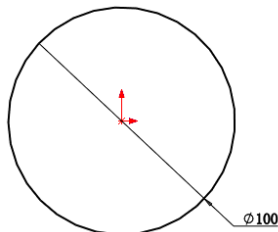

图 6-124 绘制圆
(1) 新建文件。启动 SolidWorks 2012, 选择菜单栏中的“文件”→“新建”命令, 或者单击“标准”工具栏中的 (新建) 按钮, 在弹出的“新建 SolidWorks 文件”属性管理器中选择 (零件) 按钮, 然后单击“确定”按钮, 创建一个新的零件文件。
(2) 绘制草图。在左侧的“FeatureManager 设计树”中用鼠标选择“前视基准面”作为绘制图形的基准面。单击“草图”工具栏中的 (圆) 按钮, 绘制如图 6-124 所示的圆。